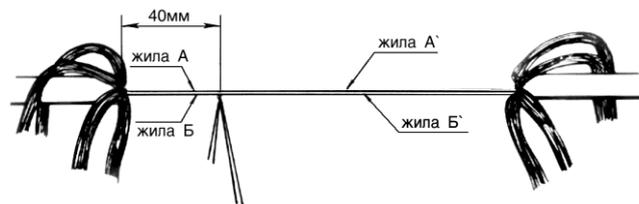

Рис. 5.3. Сращиваемые пары жил скручены
3.1. Из отобранных пучков соединяемых кабелей выбрать пары (четверки) соответствующие друг другу по расцветке и скрутить внатяг в два оборота на расстоянии 40 мм от среза оболочки (рис. 5.3).